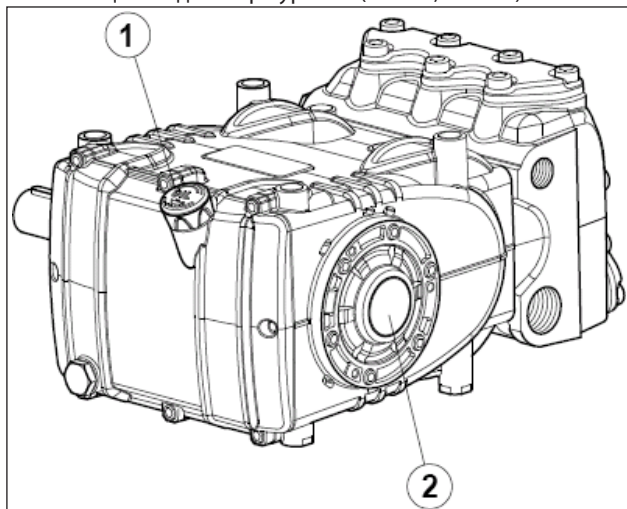

Рис. 15
- Масло в корпусе насоса находится на правильном уровне при проверке с помощью специального щупа (поз. ①, Рис. 15) или, только в исключительном случае, с помощью индикатора уровня (поз. ②, Рис. 15).